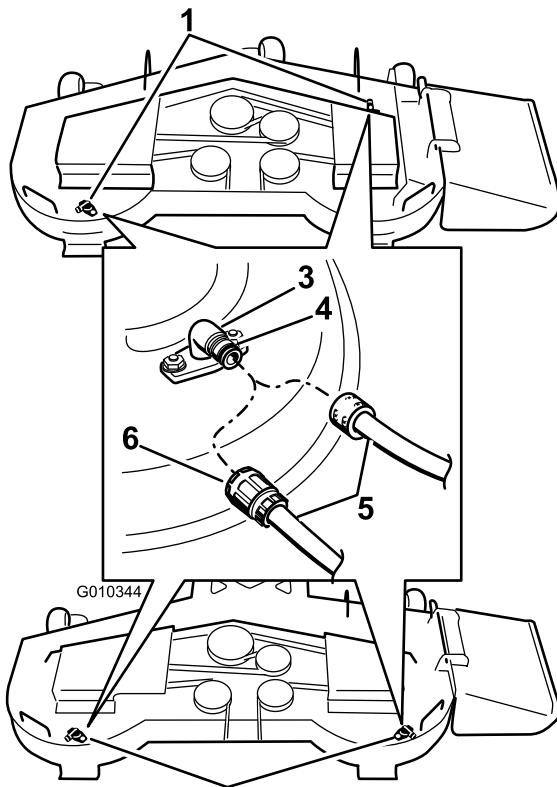

Figure 76
3. Branchez le raccord du flexible au raccord de lavage du carter du tablier de coupe et ouvrez l'eau en grand (Figure 76).